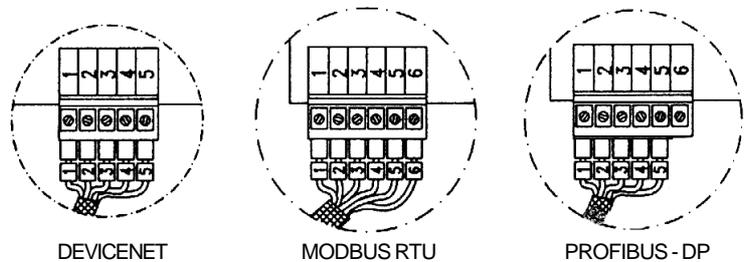

Figura 8.35 - Conexão ao cartão do Fieldbus
6. Conectar a outra extremidade do cabo do conector Fieldbus ao cartão eletrônico do Fieldbus de acordo com a figura 8.35.